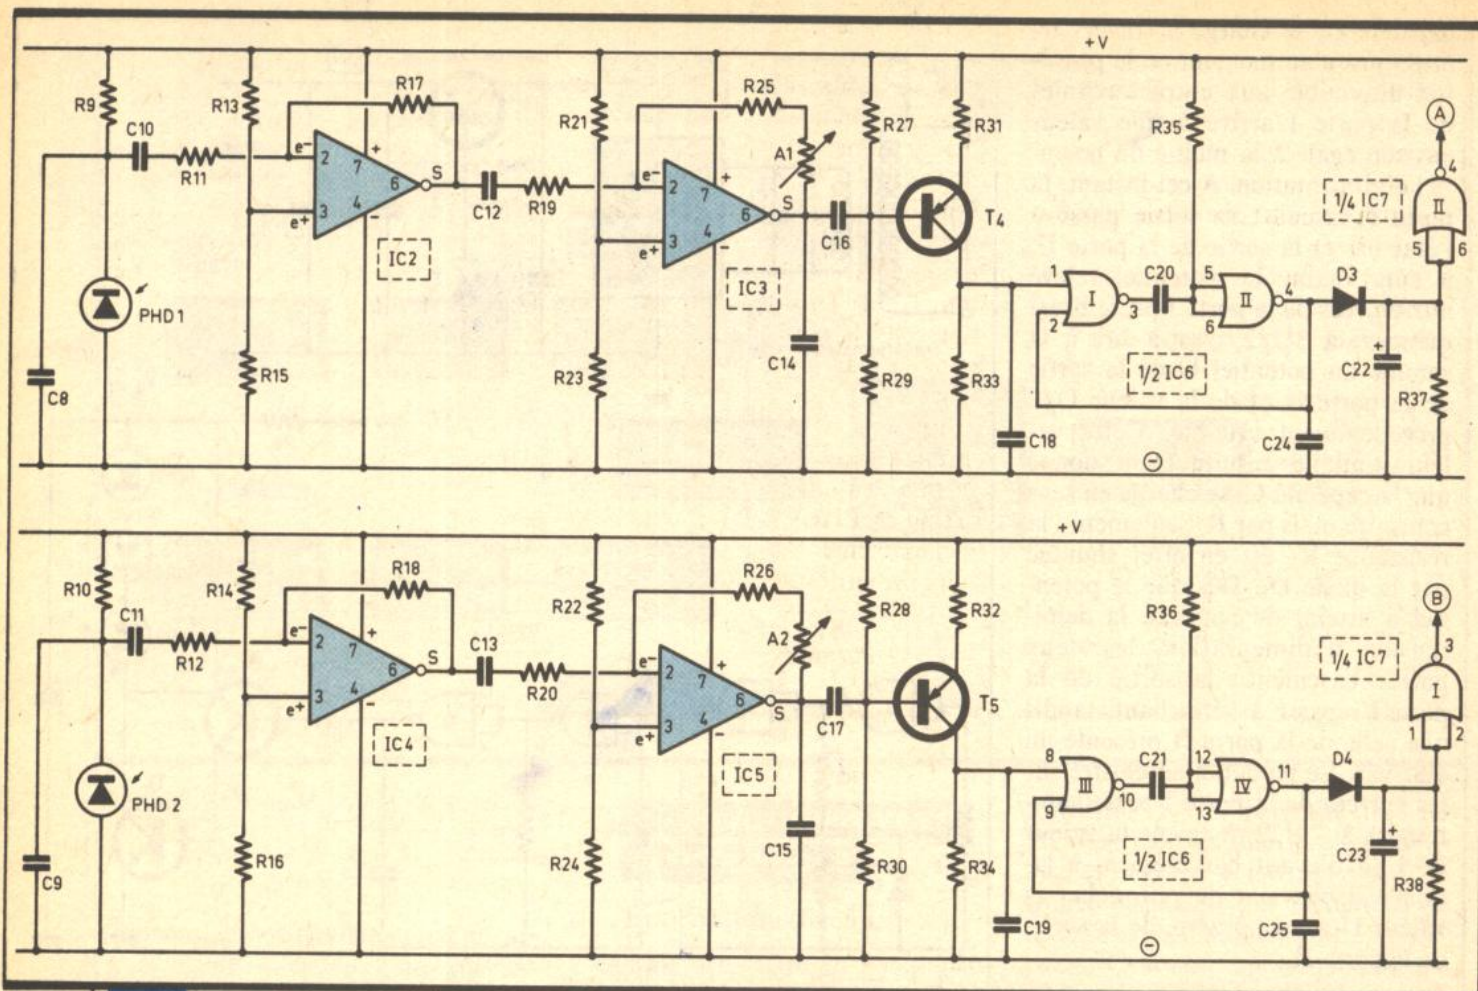

Fig. 4 Réception, amplification et mise en forme du signal.
**d) Réception et amplification des signaux infrarouge (fig. 4)**
#### e) Mise en forme du signal (fig. 4)